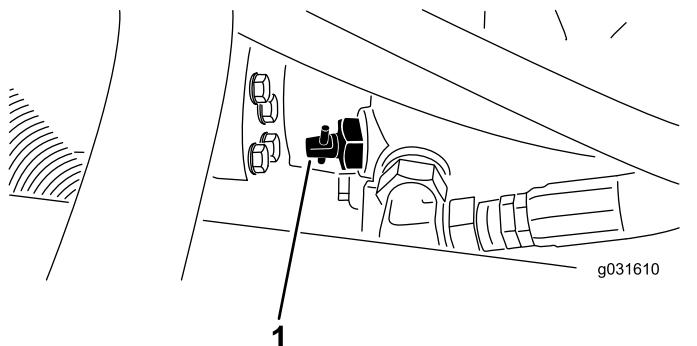

Figura 31
1. Localice la válvula de desvío en la bomba (Figura 31) y aflojela girándola 90° (1/4 de vuelta).